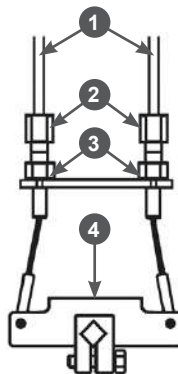

Рис. 29 Тросы механизма переключения передач
1. Ослабьте затяжку контргайк 3 регулировочных винтов 2 (Рис. 29).